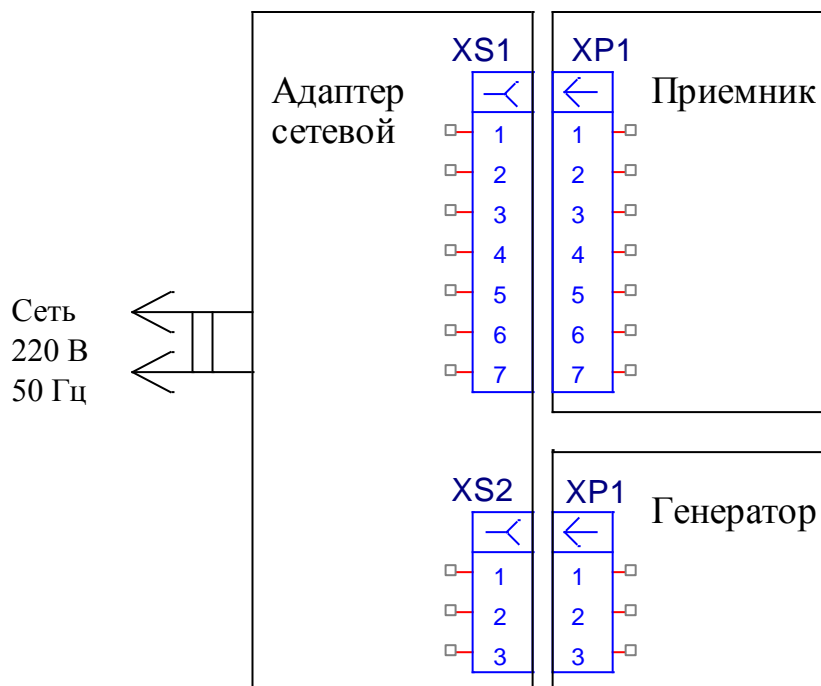

Рисунок 3.3
3.1.5 Для зарядки аккумуляторов приемника и генератора используется адаптер сетевой. Причем зарядка аккумуляторов приемника и генератора может осуществляться как одновременно, так и раздельно (рисунок 3.3).